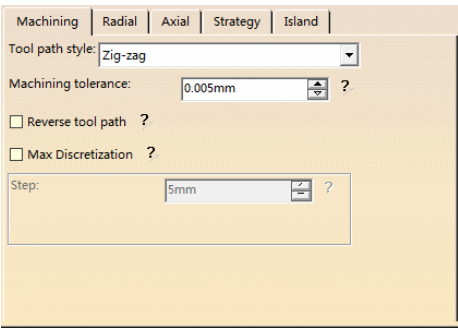

图 3-163 “Machining”选项卡（10）
- 在“Machining”选项卡（10）的“Machine tolerance”文本框中输入“0.005” mm，在“Tool path style”下拉列表中选择“Zig-zag”选项，如图 3-163 所示。